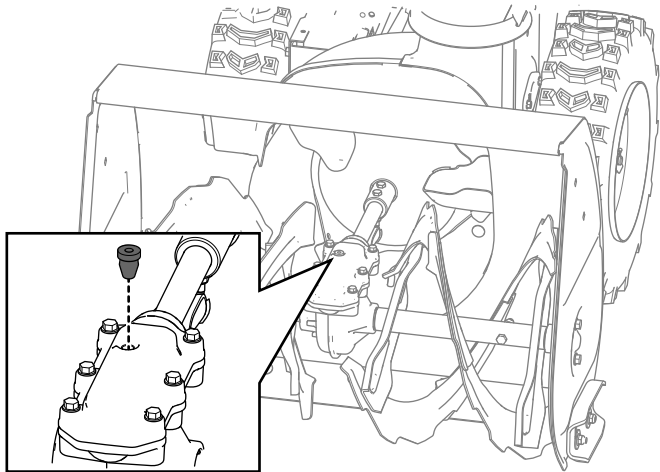

Figura 30
2. Curățați zona din jurul dopului de eavă i scoatei dopul de la cutia de viteze (Figura 30).